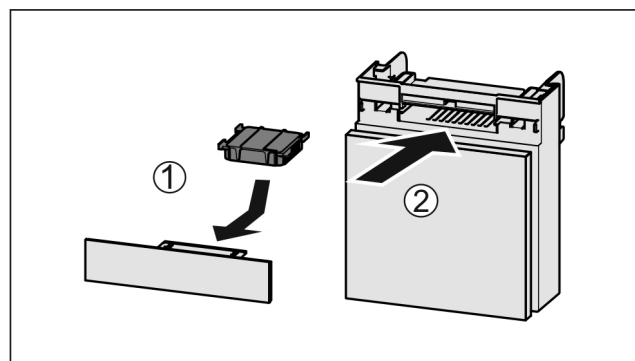

Fig. 58
- ▶ Aktivni ogljeni filter vstavite Fig. 58 (1) skladno s prikazom na sliki.
- ▶ Predal potisnite noter Fig. 58 (2).